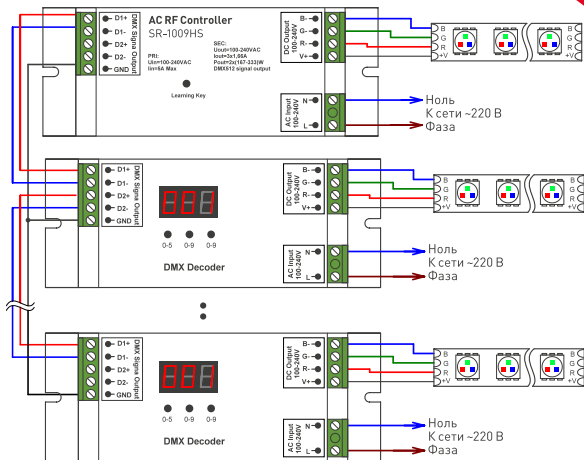

Рис. 3. Использование контроллера с DMX-декодерами.
- 3.13. Контроллер может выполнять функцию мастер-контроллера с выходным интерфейсом DMX512. Схема подключения контроллера и DMX-декодеров при таком использовании показана на Рис. 3. На всех DMX-декодерах должен быть установлен адрес 001.